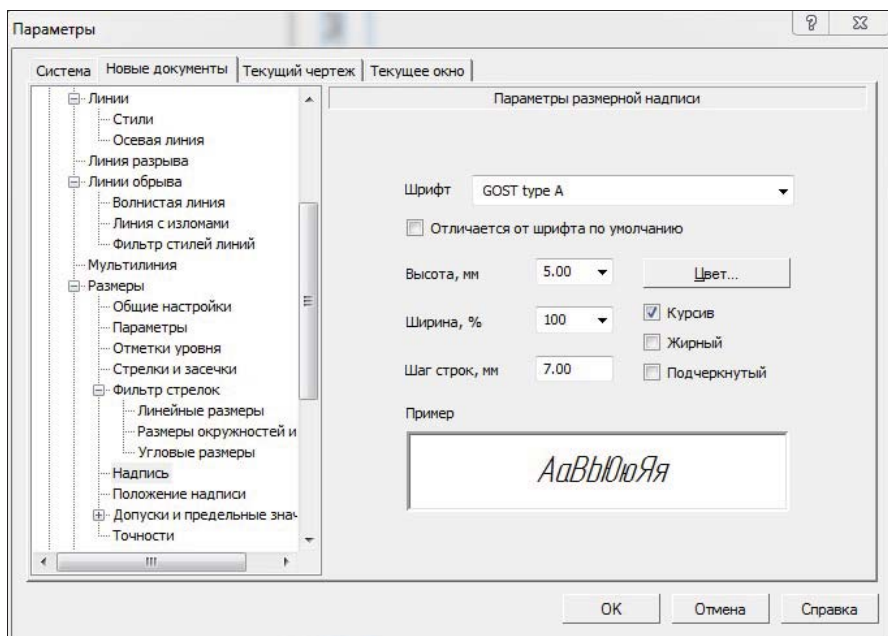

Рис. 17.20. Диалоговое окно **Параметры** с открытой панелью **Параметры размерной надписи**
- ♦ выделите ЛК мыши пункт **Надпись** — справа появится панель **Параметры размерной надписи** (рис. 17.20). На этой панели можно задать следующие настройки: